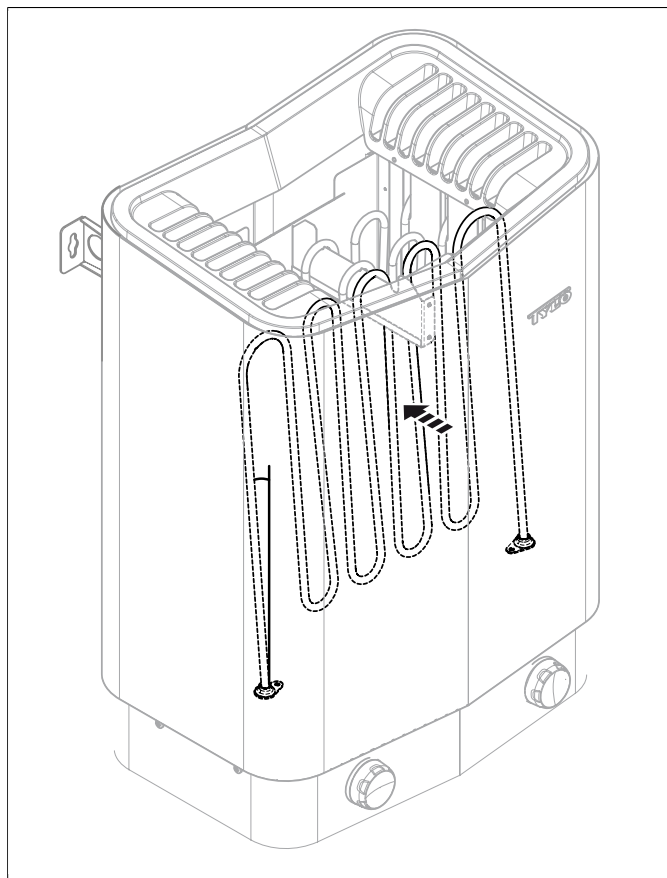

Abb. 7: Anwinkeln des Rohrelements
- Winkeln Sie das Rohrelement an, um die Steine leichter entfernen zu können, siehe **Abb. 7**, Seite 5.